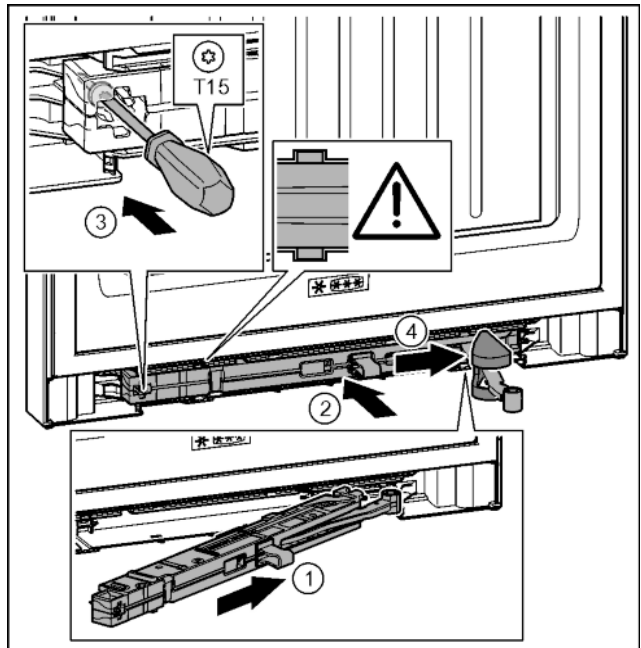

Fig. 45
- ▶ Sluitdempeereenheid aan de zijde van de lagerbus tot de aanslag schuin in de uitsparing schuiven. Fig. 45 (1)
- ▶ Sluitdempeereenheid volledig in de uitsparing schuiven. Fig. 45 (2)
- ▶ Schroef met een schroevendraaier T15 vastschroeven. Fig. 45 (3)
- ▶ Afdekking over het scharnier schuiven. Fig. 45 (4)